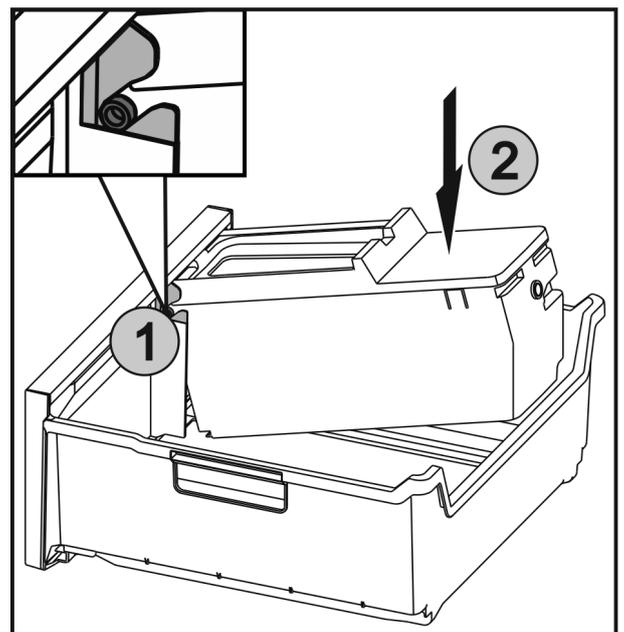

Fig. 42
- ▶ Die Achsen *Fig. 42 (1)* an EasyTwist-Ice in die Führungen einschieben und die hintere Seite *Fig. 42 (2)* bis die Lasche einrastet drücken.